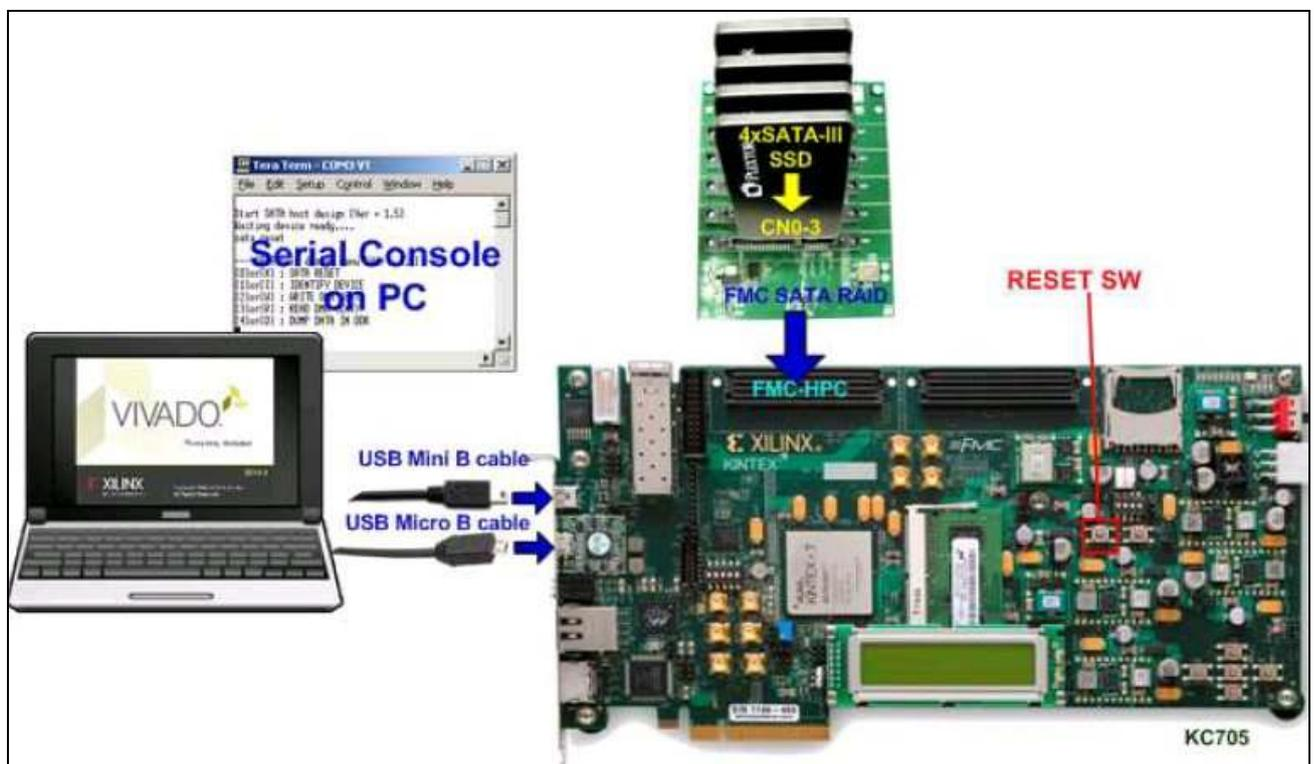
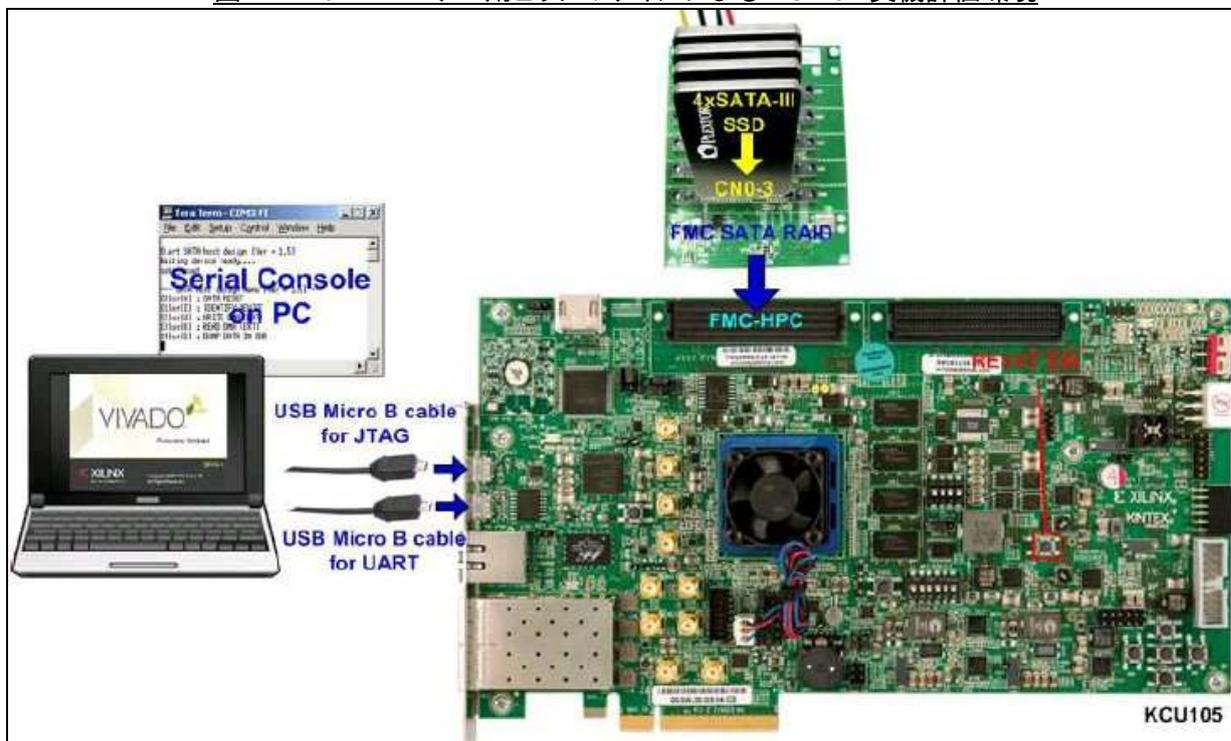

図 1-1: 4ch RAID デモ用ビット・ファイルによる KC-705 実機評価環境
図 1-5: 4ch RAID デモ用ビット・ファイルによる KCU-105 実機評価環境
- 4 チャンネル RAID デザインのデモ用ビット・ファイルによる実機評価を行うためには図 1-1～図 1-5 に示す環境が必要となります。SATA ドライブを FMC 拡張 I/F に接続するための FMC アダプタ基板 (型番: AB09-FMCRAID)は DesignGateway 社または Xilinx 代理店より購入してください。